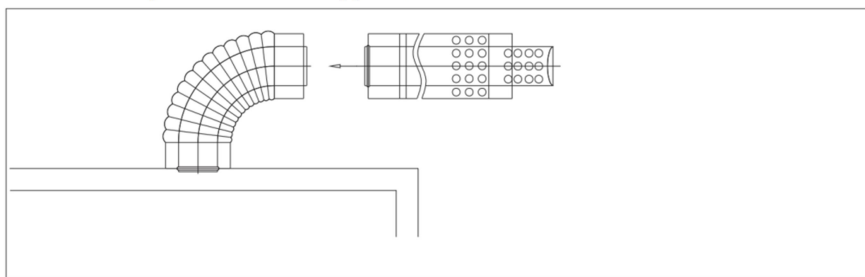
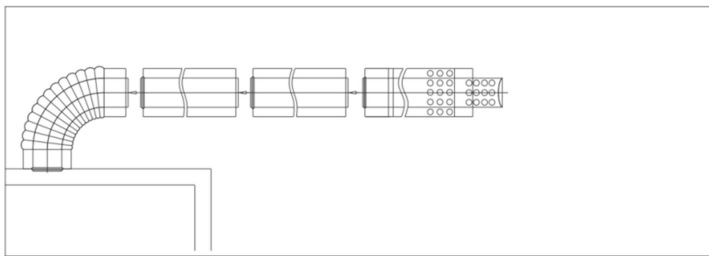

Рисунок 6. Стандартный способ подключения
Рисунок 7. Расширенный способ подключения
5.12.5. Методы подсоединения дымовых труб подразделяются на стандартный способ подсоединения (см. рис. 6) и расширенный способ подсоединения (см. рис. 7). Независимо от того, какой метод подсоединения используется, следует использовать только стандартные дымовые трубы. Количество отводов и удлинительных дымовых труб, не должно превышать допустимую длину.